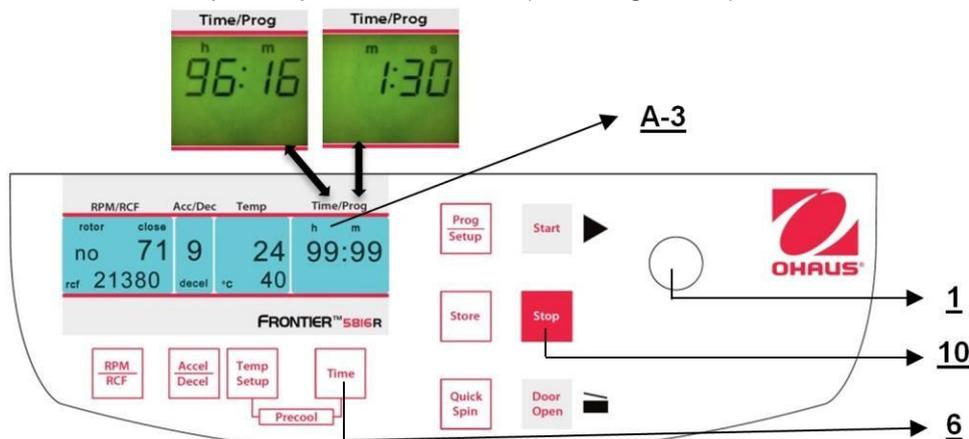

Figura 20
3. La operación continua "**cont**", que puede interrumpirse con el botón "**Stop**"(10) (vea la Figura 20).
Para establecer el valor deseado, use la perilla de ajuste (1). Después de exceder 59 min. 50 seg., la indicación cambia automáticamente a "**h : m**". Después de exceder 99 horas 59 min., aparece la palabra "**cont**" en la pantalla "**Time/Prog**" (A-3). Esta operación continua solo puede interrumpirse al presionar el botón "**Stop**" (10). El conteo regresivo del tiempo inicia una vez que se alcanza la velocidad establecida. La pantalla siempre muestra el tiempo de operación restante. (Vea la figura 20.)
Si las muestras son sensibles a la temperatura, es útil preenfriar la centrifuga, el rotor y eventualmente los portatubos a la temperatura de trabajo requerida. Por lo tanto, inserte el rotor deseado y preajuste la temperatura respectiva. Al presionar en forma simultánea los botones **"Temp/Setup"** (13) (vea la Figura 20) y **"Time"** (6), inicia la operación. Durante la operación, la unidad selecciona automáticamente una velocidad rotacional que es equivalente al 20% de la velocidad rotacional permitida del rotor respectivo. Después de que se alcanza la temperatura predeterminada, puede salir de la operación de preenfriamiento con el botón **"Stop"** (10). Dependiendo del rotor insertado, el preenfriamiento dura aproximadamente entre 10 y 20 minutos.